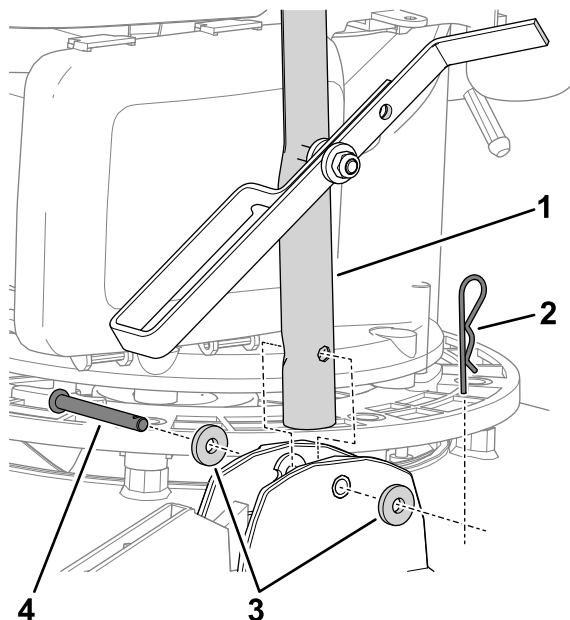

Bild 7
3. Richten Sie die Bohrung im Holm mit den Bohrungen in den Buchsen (Bild 7) aus und befestigen Sie den Holm mit einem Federsplint, zwei Unterlegscheiben (6 mm) und einer Splint an der Maschine.